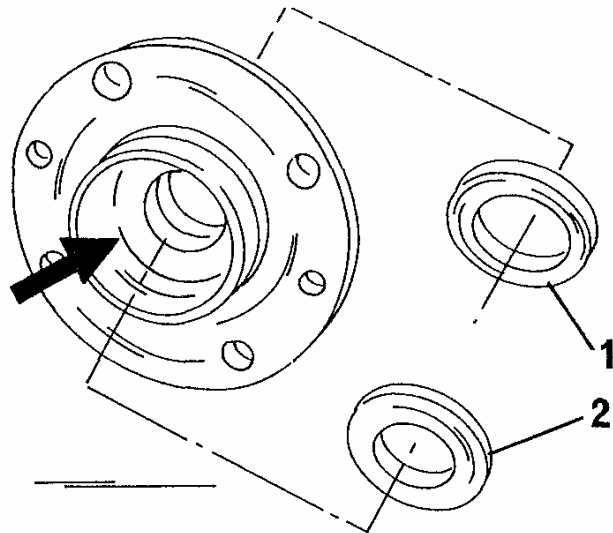

Bild 7
- Die Radnabe vom Achsstumpf herunterziehen. An der Rückseite und an der Vorderseite der Radnabe sitzen zwei Distanzringe, die man herausnehmen muss. Auf der letzten Seite können die beiden Distanzringe in Bild 7 gesehen werden.